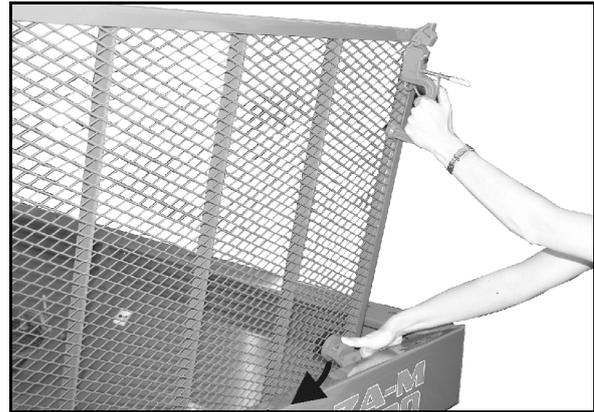

Fig. 18
3. Sollevare la griglia di protezione fino a far scattare l'arresto sul bordo del serbatoio (Fig. 18).
- Prima di richiudere la griglia di protezione, abbassare l'arresto (Fig. 18).